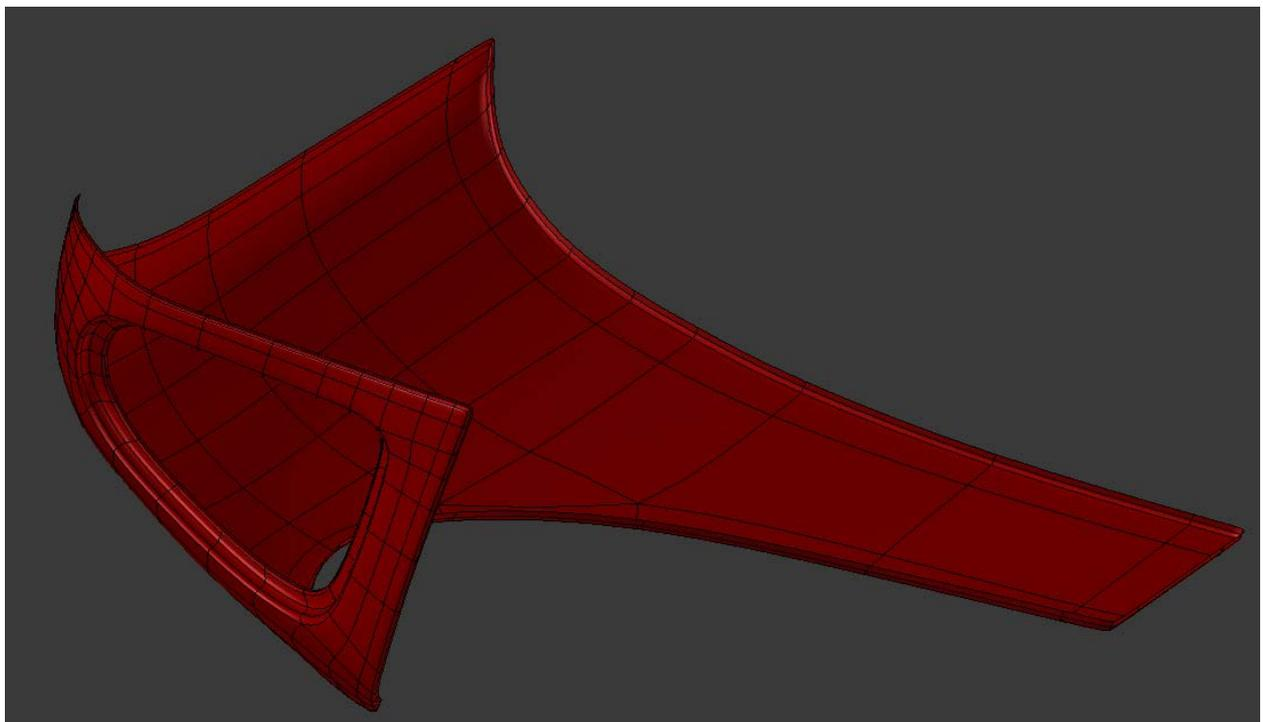

Figura 4.187
7. Complete a modulação da lateral traseira com inserção dos contornos fronteira e de rebordo, figura 4.187.